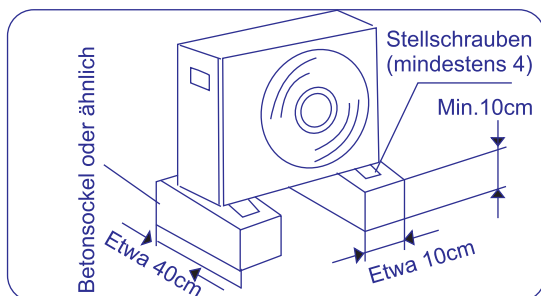

Abb.7.2
- Bereiten Sie einen starken Sockel (10X40cm2 Platte aus Beton oder ähnlich) vor. Das Gerät sollte nicht weniger als 10 cm hoch gelegt werden, damit es nicht nass oder korrodiert wird. Anderenfalls kann es zur Beschädigung oder Verkürzung der Lebensdauer des Geräts führen. (Abb. 7.2)